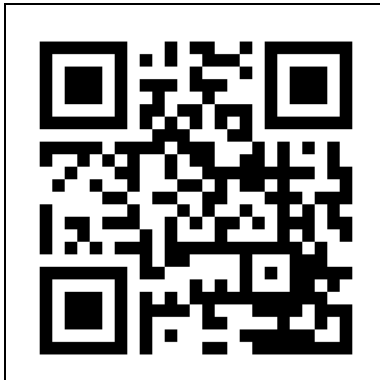

Figura 18
1. Deschideți manualul aplicației Eurom Smart cu codul QR (Figura 18) sau accesați [www.eurom.nl/nl/manuals](http://www.eurom.nl/nl/manuals).